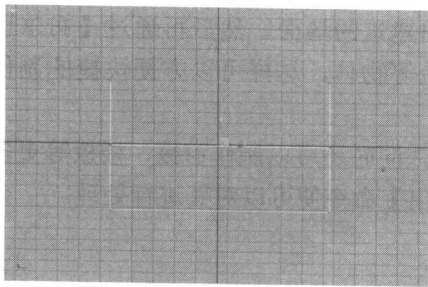

图 1-2-2 选中节点
(2) 在修改面板中的修改下拉菜单中选择【编辑网格】修改器，给物体一个【编辑网格】修改器。进入修改命令面板，在下拉列表中选择【顶点】编辑模式。使用框选的方法在顶视图中选择长方体中间的两个节点。如图 1-2-2 所示。